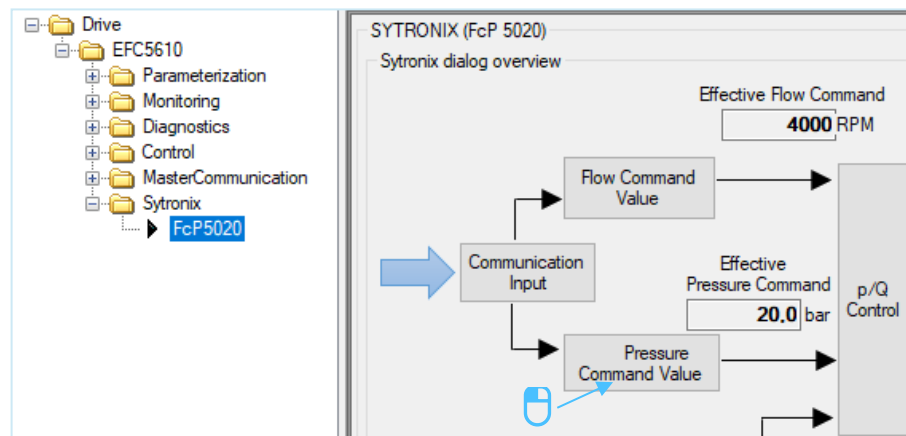

Abb. 22: Drucksollwert fest eingestellt 1/2
1. Drücken Sie auf „Pressure Command Value“ (siehe Abb. 22: Drucksollwert fest eingestellt 1/2).